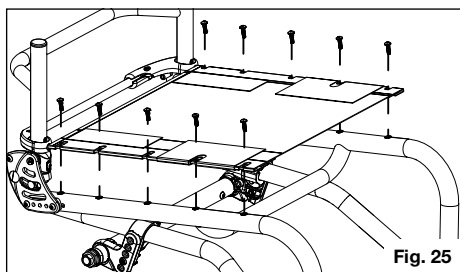

Fig. 25
2. Løsn Phillips hovedskruer (Fig. 25,26) på den samme side af sædepolstringen som den spændingsjusterbare flap.
6. Stram Phillips-skruerne igen (Fig. 25,26).
1. Fjern 5 mm Phillips-skruerne (fig. 25,26) fra sædets skinner på hver side af rammen og læg dem til side.
5. Udskift 5 mm Phillips-skruerne (fig. 25,26) med gevindet delvist i deres placering. Når alle skruer er sat i, strammes og sikres de.